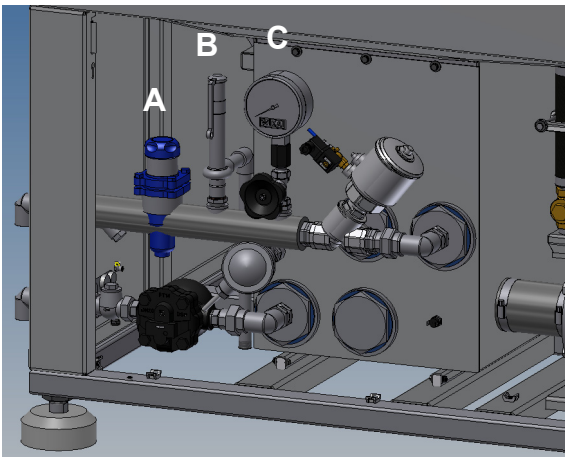

Рис. 4.5, Паровой комплект
- Паровой комплект (только для паровой версии), состоящий из (см. рис. 4-5)